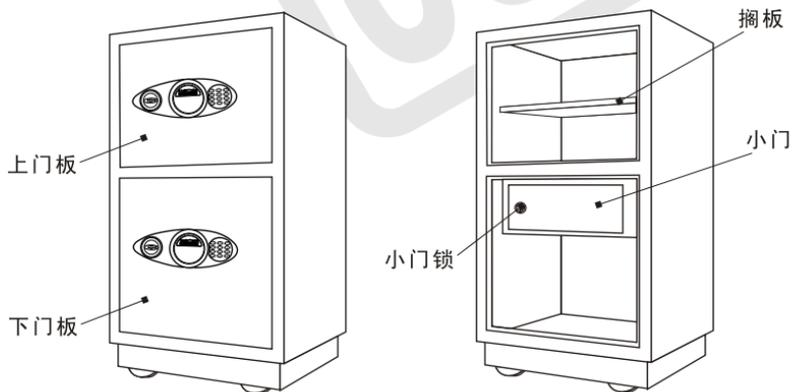

图1-4
*G1-810S 型保管箱（双门）操作步骤与单门相同，且上、下门的密码可分别进行设置（见图1-4）。*